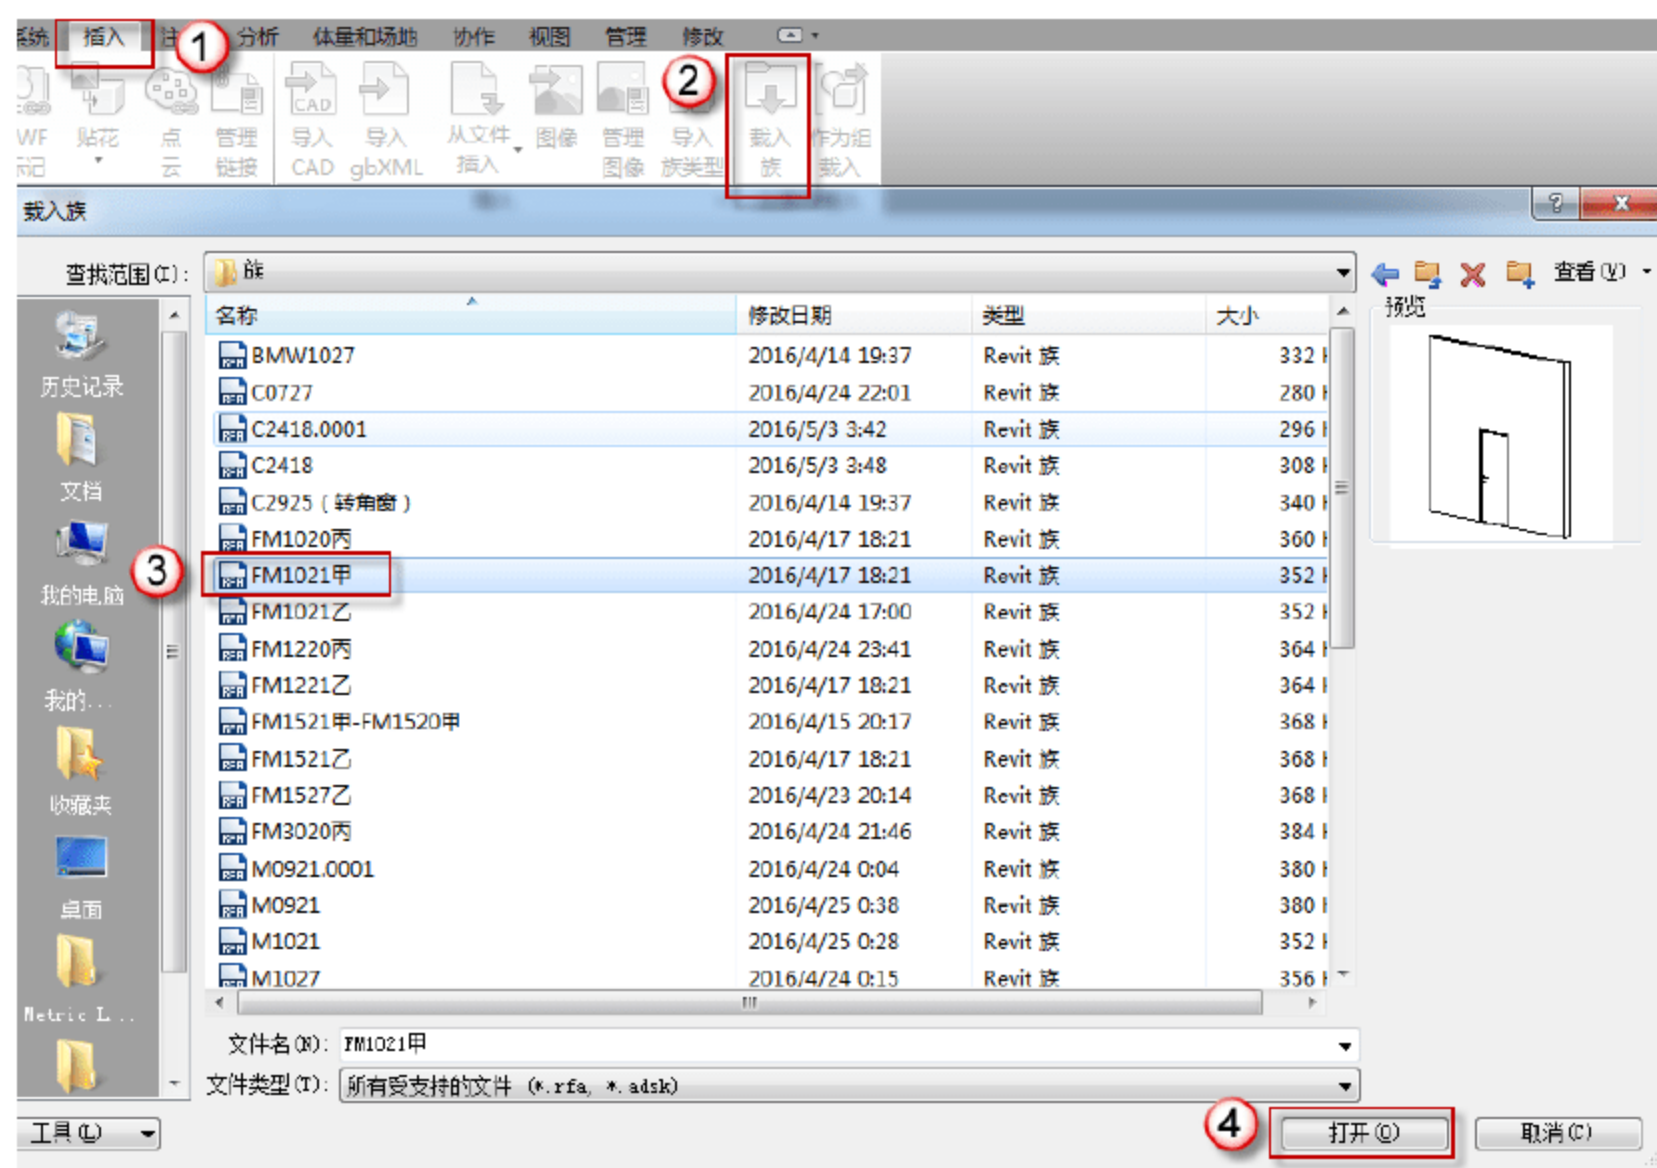

图 9.3.1 载入“FM1021 甲”族文件
(1) 载入“FM1021 甲”族文件。选择“插入”→“载入族”命令，在弹出的“载入族”对话框中，找到前面建立的门族“FM1021 甲”，然后单击“打开”按钮，如图 9.3.1 所示。